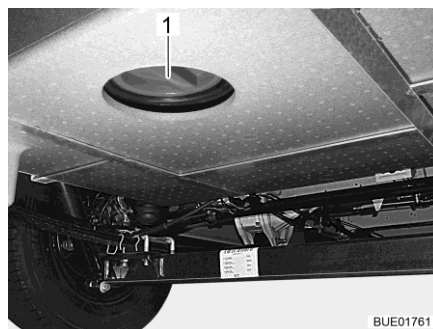

Bild 279 Rengöringsöppning
- Öppna avloppstankens rengöringsöppning (Bild 279,1) och avtappningskranen.